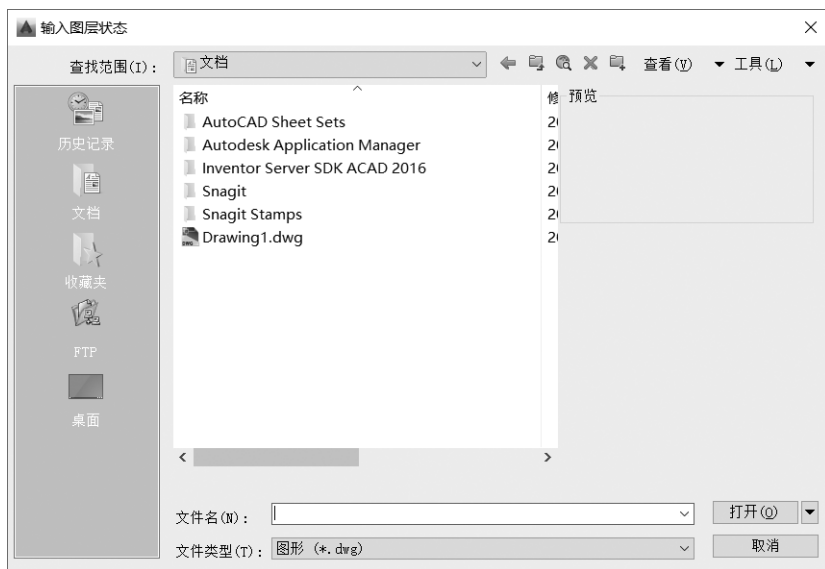

图 4-7 “输入图层状态”对话框
- “输入”按钮：单击该按钮，打开“输入图层状态”对话框，如图 4-7 所示。可以将外部图层状态输入到当前图层中。